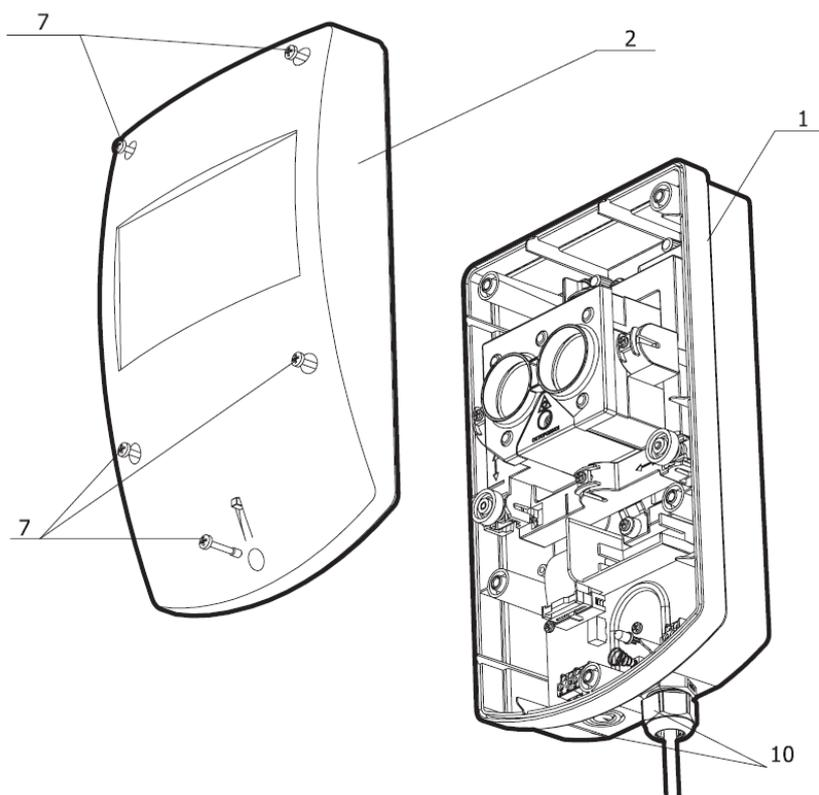
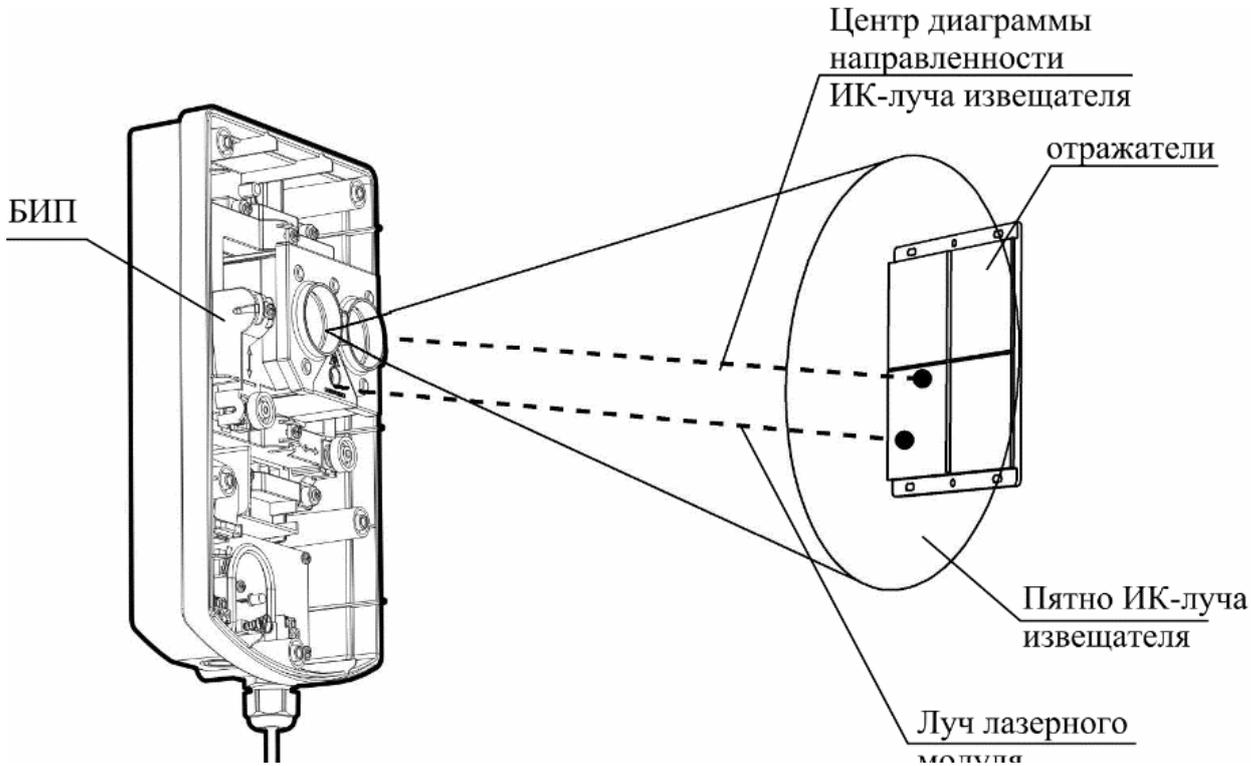

Рис.1
Рис. 5
Вид БИП со снятой крышкой показан на рис. 1:
Подключение ИПДЛ к СЛ осуществляется путем подсоединения разъема ИПДЛ в разрыв СЛ. Отрицательный и положительный провода СЛ подключаются к соответствующим клеммам модуля. При необходимости возможно подключить внешний индикатор (например, светодиод типа АЛ307, или аналогичный) к разъему ВНЕШН. СДИ (6, рис.1). Все проводные соединения осуществляются через герметичные вводы, установленные в выламываемые отверстия (10, рис. 1).
- изъять (временно) заглушки отверстий для крепления корпуса (9, рис. 1);
- закрепить основание (1, рис. 1);
7.1. Для настройки (юстировки) оптической части ИПДЛ служит встроенный лазерный модуль видимого диапазона, луч которого совпадает с максимумом диаграммы направленности ИК-луча ИПДЛ. Средняя мощность излучения лазерного модуля (3, рис. 1), применяемого для юстировки - менее 1мВт, тем не менее, следует избегать прямого попадания лазерного излучения в глаза. Точная юстировка (при необходимости) осуществляется по максимуму принимаемого (отраженного) сигнала с индикацией уровня СДИ.
7.2. Для включения лазерного модуля необходимо перевести переключатель "ЛАЗЕР" (15 рис. 1) в положение ON. Процесс настройки сводится к совмещению пятна луча лазерного модуля с отражателями (см. рис. 5) с помощью ручек юстировки оптической системы по горизонтали (4 рис. 1) и вертикали (5 рис. 1).
7.5. Для перехода в рабочий режим необходимо перевести переключатель "ЛАЗЕР" (15 рис. 1) в положение, обратное ON. Должен загореться зеленый СДИ на время 10с. Необходимо закрыть крышку БИП пока горит зелёный СДИ. Во время последней операций не перекрывать ИК луч извещателя. Окончание настройки и переход в рабочий режим осуществляется через 10-20 с после выключения зелёного СДИ. Во время последней операций не перекрывать ИК луч ИПДЛ.